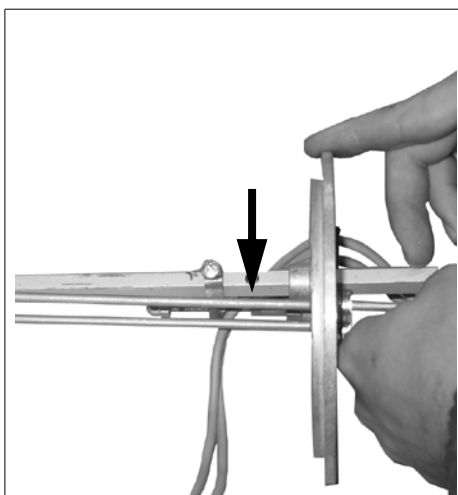

Рис. 15
- 4 Зафиксировать винт в отверстии, которое находится в более отдаленном положении, как указано на Рис. 15.